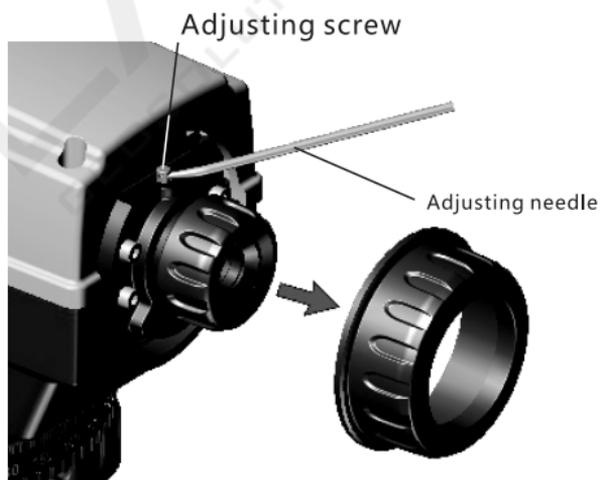

Fig. 14
- Lire l'angle Hz du cercle de graduation horizontale (fig.14) : $H_z = 54^\circ$